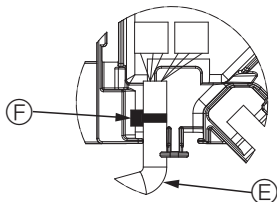

Fig. 5-11
- Montera buntbandet som håller lamellmotorns kabel i anslutningsdosan som visas i bilden. (Fig. 5-11)